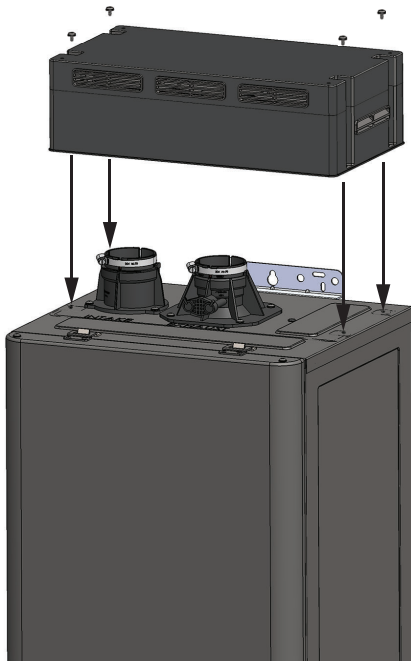

Figure 27 - Chapeau d'évacuation extérieur fixé avec des vis
- 2 Orienter le chapeau d'évacuation extérieur comme indiqué dans la Figure 27.
- 3 Attacher le chapeau d'évacuation extérieur au chauffe-eau dans chaque coin à l'aide des vis retirées précédemment. Voir Figure 27.